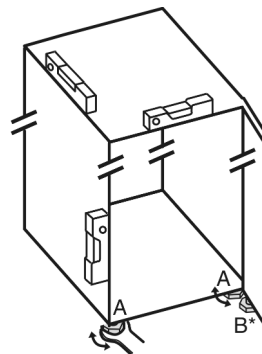

Fig. 24
- ▶ Nóżki Fig. 24 (A) wykręcić przy pomocy dołączonego klucza płaskiego oraz wyrównać przy pomocy poziomicy, aż urządzenie będzie ustawione stabilnie i równo.
- Nóżkę Fig. 24 (B) wykręcić z dolnej płytki zawiasu przy pomocy dołączonego klucza płaskiego, aż będzie przylegać do podłoża.
- Nóżkę Fig. 24 (B) obrócić o 90°.